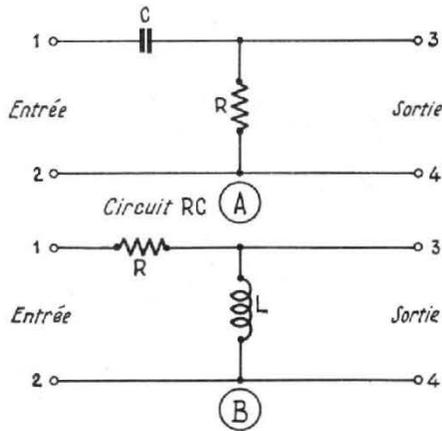
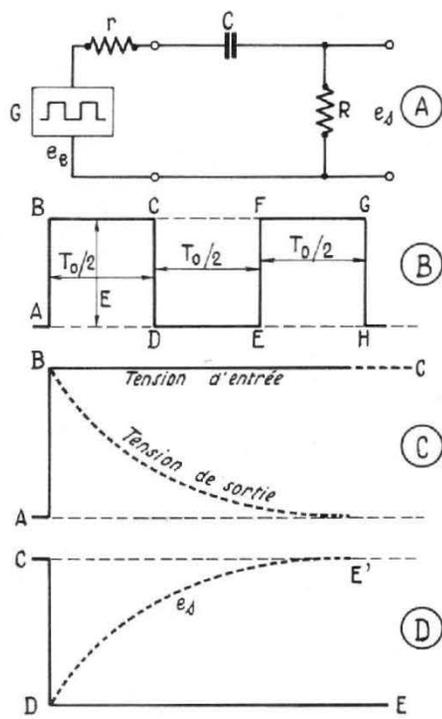

Fig. 1
Fig. 2
Un cas très fréquent de l'emploi des circuits différentiateurs est celui où le signal d'entrée est rectangulaire avec les deux alternances d'égale durée. Un circuit différentiateur peut être réalisé avec une résistance et une capacité ou avec une résistance et une self-induction. En général, on préférera le circuit RC plus économique et moins influencé par le milieu extérieur. Dans certains cas, toutefois, on peut être amené à utiliser un circuit LR. Dans les deux cas, un circuit avec L ou C de valeur élevée peut être très onéreux (Voir Fig. 1 A et B). La figure 2 (A) indique le montage d'un générateur suivi d'un circuit RC différentiateur. A noter, en passant, qu'il faut écrire différentiateur avec un *t* et non avec un *c* (différenciateur !).
(a) Lorsque la tension d'entrée monte brusquement du niveau A au niveau B (Voir Fig. 1 B), la tension de sortie monte également en un temps nul.
Cette formule est valable si la durée du palier BC est infinie mais si t est limité à la durée correspondant à BC, la formule est valable pendant cette durée $T_0/2$. Soit donc, le cas général d'un signal montant unique ABC comme celui de la figure 1 (c). Cette figure représente la tension d'entrée e_e . Au temps $t = t_0$, la tension passe de zéro volt à E volts. La tension de sortie e_s a la valeur indiquée par la formule (2) dans laquelle il faut faire $t = 0$ et par conséquent $e^x = 1$ e étant $e = 2,7...$ base des logarithmes népériens. On a alors :
Lorsqu'il y a descente de tension comme représenté par CD, GH sur la figure 2, les paliers DE sont transmis avec déformation et à la sortie du circuit différentiateur, on trouve une tension montante à allure exponentielle. Sa forme est la même que celle de la figure 2, mais inversée, comme la courbe en pointillé DE' de la figure 2/D.
Exemple 1. La tension rectangulaire comme celle de la figure 2 (B) provient d'un générateur de tension e_e dont l'impédance est de 500Ω assimilable à une résistance de même valeur. Cette tension est appliquée à un circuit différentiateur comme celui de la figure 2 (A) dont R comprend toutes les résistances existant à la sortie.